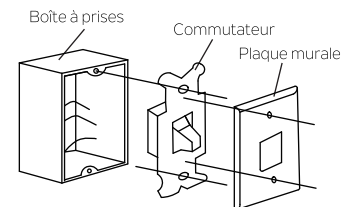

Fig. 28
**Étape 1.** Retirer la plaque murale présente et l'ancien interrupteur de la boîte à prises murale. Deconnecter le câble. (Fig. 28)